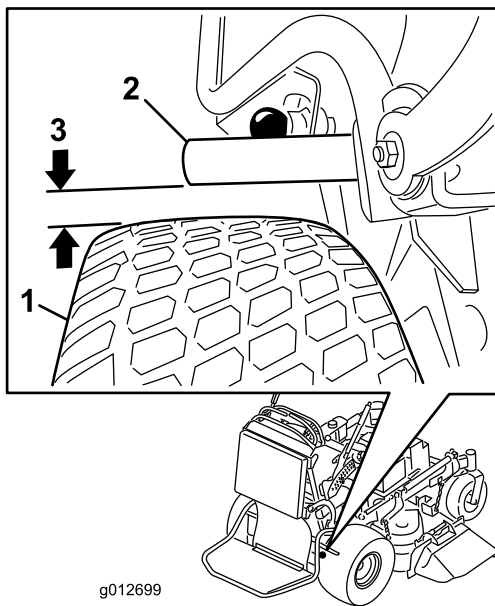

Figure 63
4. Lorsque le frein est desserré, mesurez la distance entre la barre de frein et la roue. La distance doit être comprise entre 5 et 8 mm (Figure 63). Reportez-vous à la section Réglage du frein de stationnement si un réglage est nécessaire.
5. Réglez la chape. La distance entre la barre de frein et la roue doit être comprise entre 5 et 8 mm. Pour serrer le frein, tournez la chape vers le haut. Pour desserrer le frein, tournez la chape vers le bas (Figure 63).